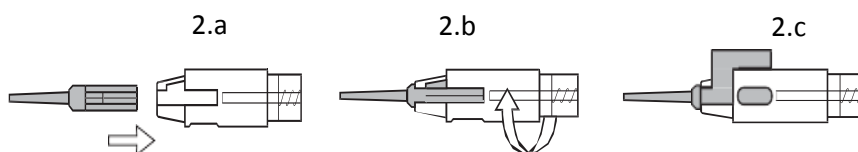

Fig. 2
10. Insira o cartucho fechado na zona de carregamento do corpo do injektor e prenda o cartucho com uma rotação gentil das asas, como demonstrado na Fig. 2.